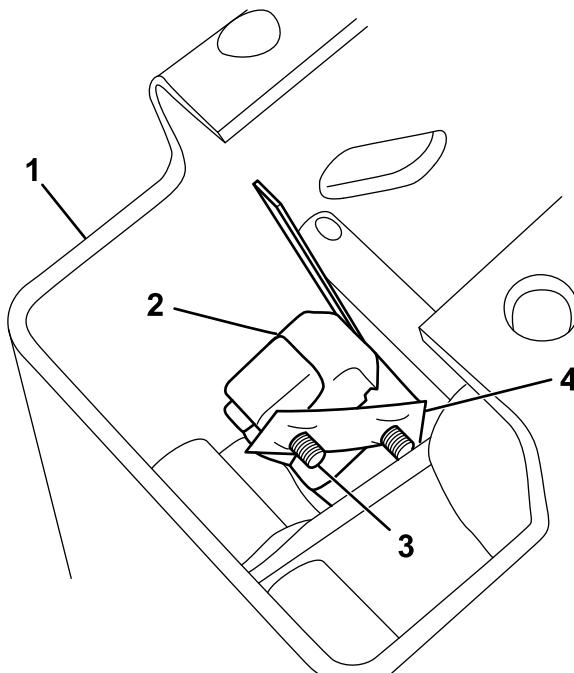

Figura 2
4. Monte el interruptor en el lado derecho del conjunto de cambio de marchas usando 2 tornillos (Nº 4 x 3,4 pulgadas) y la tuerca rápida (Figura 2).